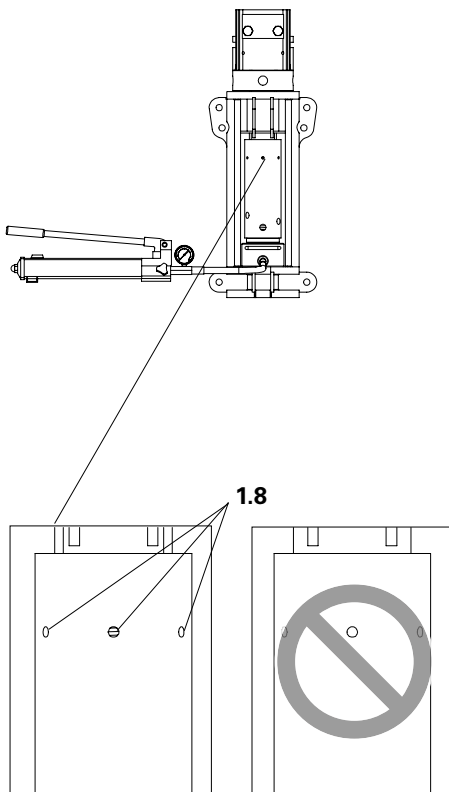

Fig. 20
- Se nei fori per il controllo visivo è possibile vedere la filettatura, l'altezza dell'albero si trova nella posizione corretta. (Fig. 20)
9. Controllare visivamente i fori per il controllo (1.8) e rispettare l'altezza max. dell'albero. (Fig. 20)